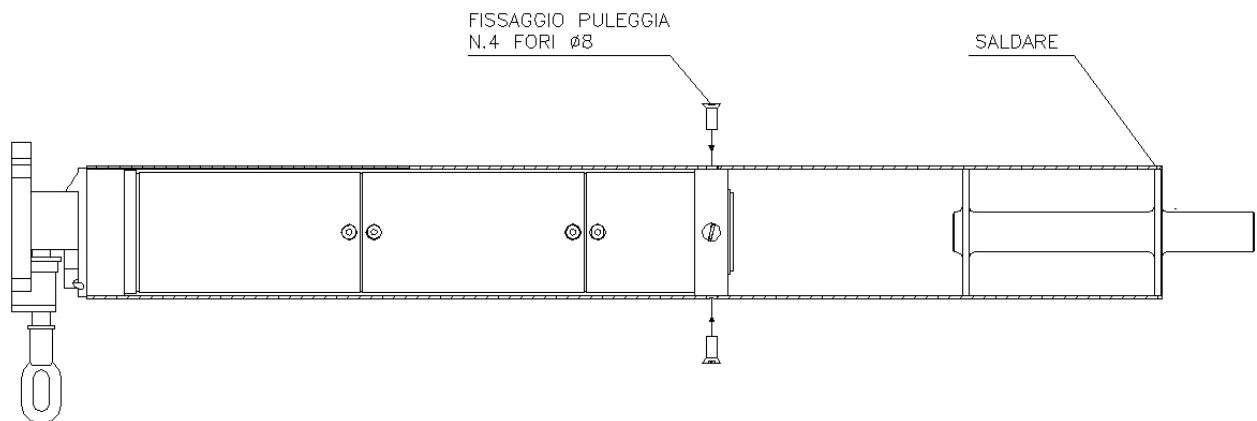

fig. 3
- Praticare 4 fori Ø8 sul rullo in corrispondenza di quelli presenti sulla puleggia di trascinamento e fissare il tutto con apposite viti. Dalla parte opposta del rullo inserire la flangia per cuscinetto e fissarla mediante saldatura; (fig.3)